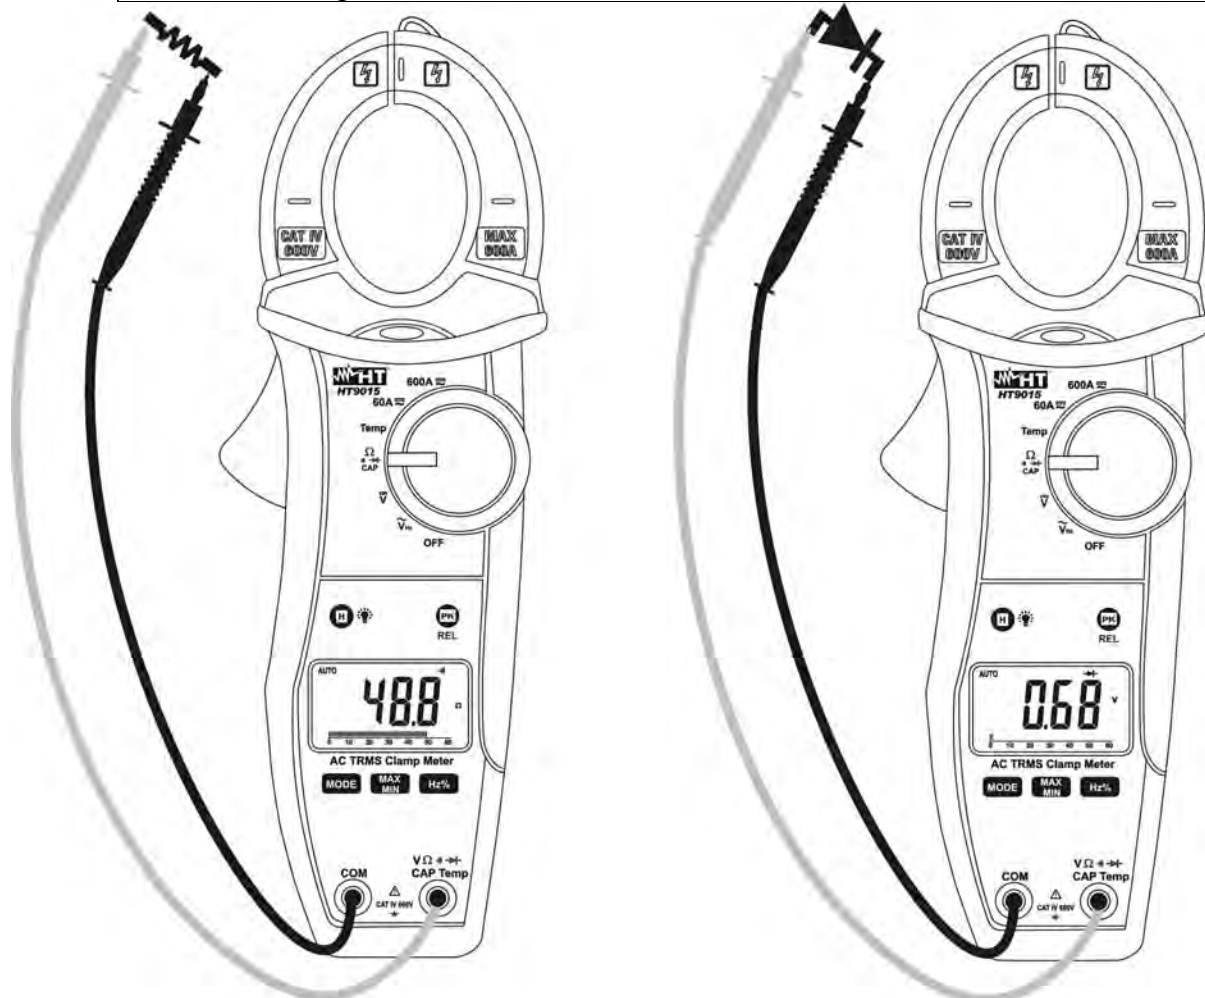

Fig. 6: Uso de la pinza para la Prueba de la Continuidad y Prueba de Diodos
3. Inserte el cable rojo en el terminal de entrada  $V\Omega$   $\rightarrow$  CAP Hz% Temp y el cable negro en el terminal de entrada **COM** y efectúe la prueba de continuidad sobre el objeto en prueba (ver Fig. 6 – parte izquierda). El indicador acústico emite una señal cuando el valor de la resistencia medida es inferior a aproximadamente 60 $\Omega$ .
5. Conecte la punta roja al ánodo del diodo y la punta negra al cátodo en caso de medida de polarización directa (ver Fig. 6 – parte derecha). Invierta la posición de las puntas en caso de medida de polarización inversa.